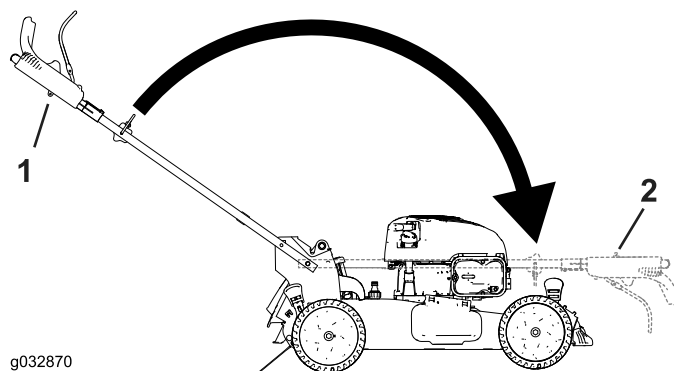

Рисунок 26
2. Сложите рукоятку, повернув ее вперед (Рисунок 26).